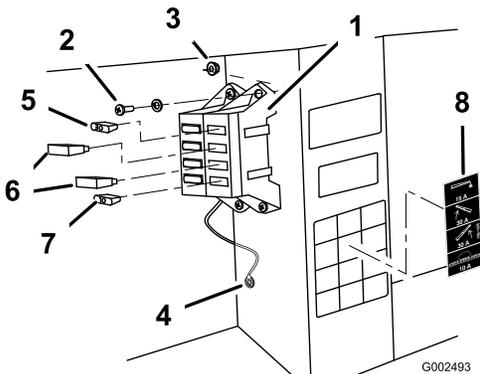

図 8
5. スター・ワッシャをはさんで、アース線(黒)を車体フレームの内側についている 1/4 in ボルトに接続する(図 8)。
7. ネジ2本(#10-24 x 3/4 in)とロック・ナット2個(#10-24)を使い、図 8のように、既存のヒューズ・ブロックの隣に新しいヒューズ・ブロックを取り付ける。
- A. 泡マーカ用ヒューズ取付場所 15 A ヒューズを取り付ける(図 8)。
- B. 左用と右用のブーム昇降ヒューズ取付場所にそれぞれ 30 A サーマル・ブレーカを取り付ける(図 8)。
- C. 散布システム用電源ヒューズ取付場所 10 A ヒューズを取り付ける(図 8)。